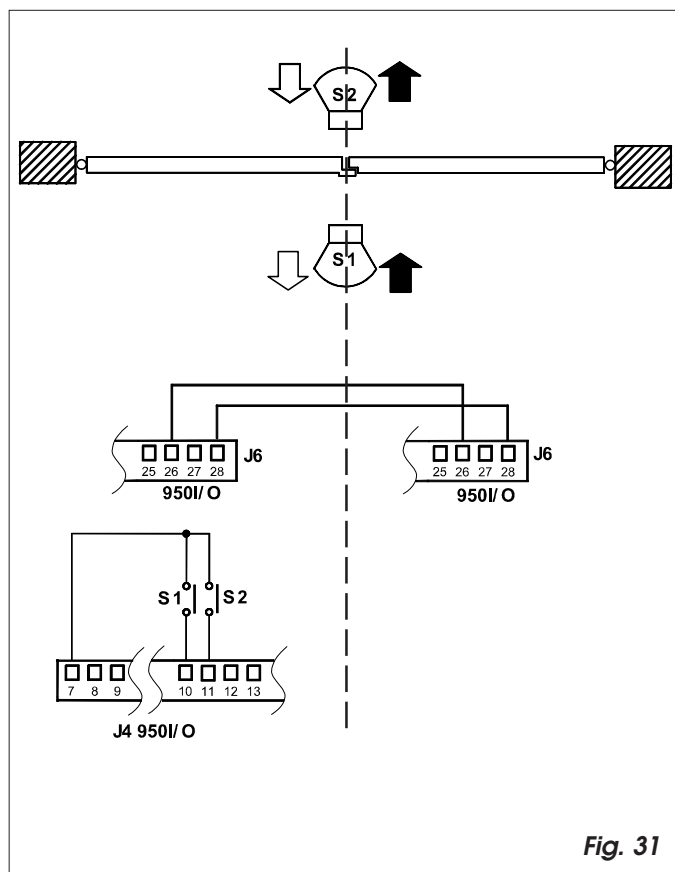

Fig. 31
- Maak de verbindingen tussen de 950I/O apparaten van de twee automatische systemen zoals op fig. 31.